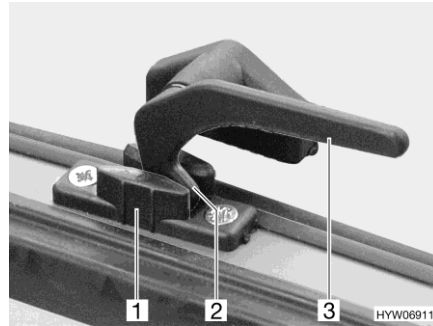

Fig. 68 Palanca de bloqueo (posición de "ventilación continua")
- En la posición "ventilación continua" (Fig. 68)
- Girar todas las palancas de bloqueo (Fig. 68,3) un cuarto de vuelta hacia la mitad de la ventana.
- Girar de nuevo hacia atrás las palancas de bloqueo. El saliente de bloqueo (Fig. 68,2) se ha de introducir para ello siempre en el rebaje del bloqueo de la ventana (Fig. 68,1).